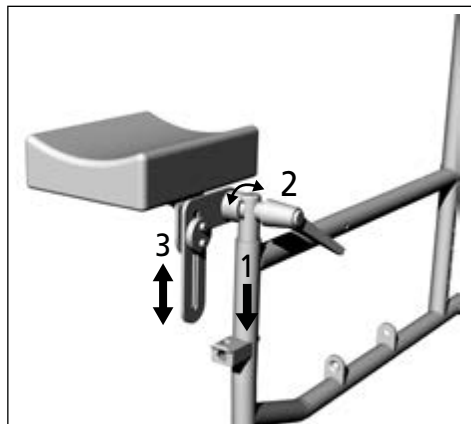

Abb.37
2. Greifen Sie die Amputationsauflage am Polster und führen Sie sie von oben in das Rahmenrohr ein (1, Abb. 37).
1. Lösen Sie den Klemmhebel entgegen dem Uhrzeigersinn (2, Abb. 37).
1. Lösen Sie die beiden Innensechskantschrauben (3, Abb. 37).